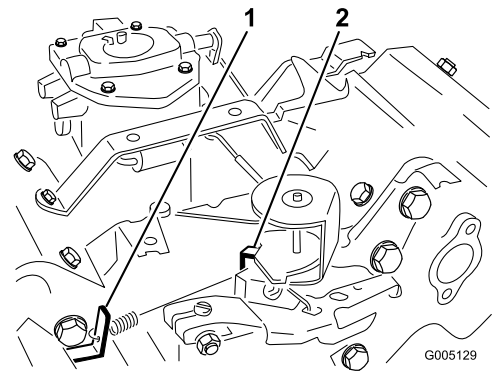

Figura 36
3. Doble la pestaña de anclaje del muelle de regulación del ralenti (Figura 36) hasta obtener una velocidad de ralenti de 1625 ± 50 rpm. Compruebe la velocidad con un tacómetro.
5. Mueva el control del acelerador a la posición de Rápido. Doble la pestaña de anclaje del muelle de alta velocidad (Figura 36) hasta obtener una velocidad alta de 2850 ± 50 rpm.